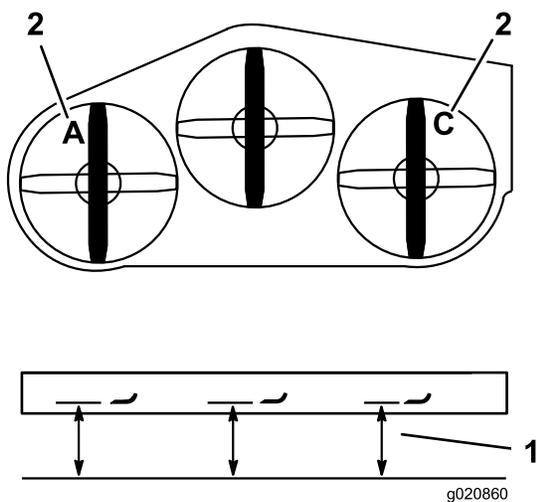

図 86
4. **A**位置で、平らな床面から左側のブレードの刃先までの高さを測り、測定値を記録する（図 86）。
5. **C**位置で、平らな床面から右側のブレードの刃先までの高さを測り、測定値を記録する（図 86）。
3. **C**位置で、平らな床面から右側のブレードの刃先までの高さを測り、測定値を記録する（図 86）。